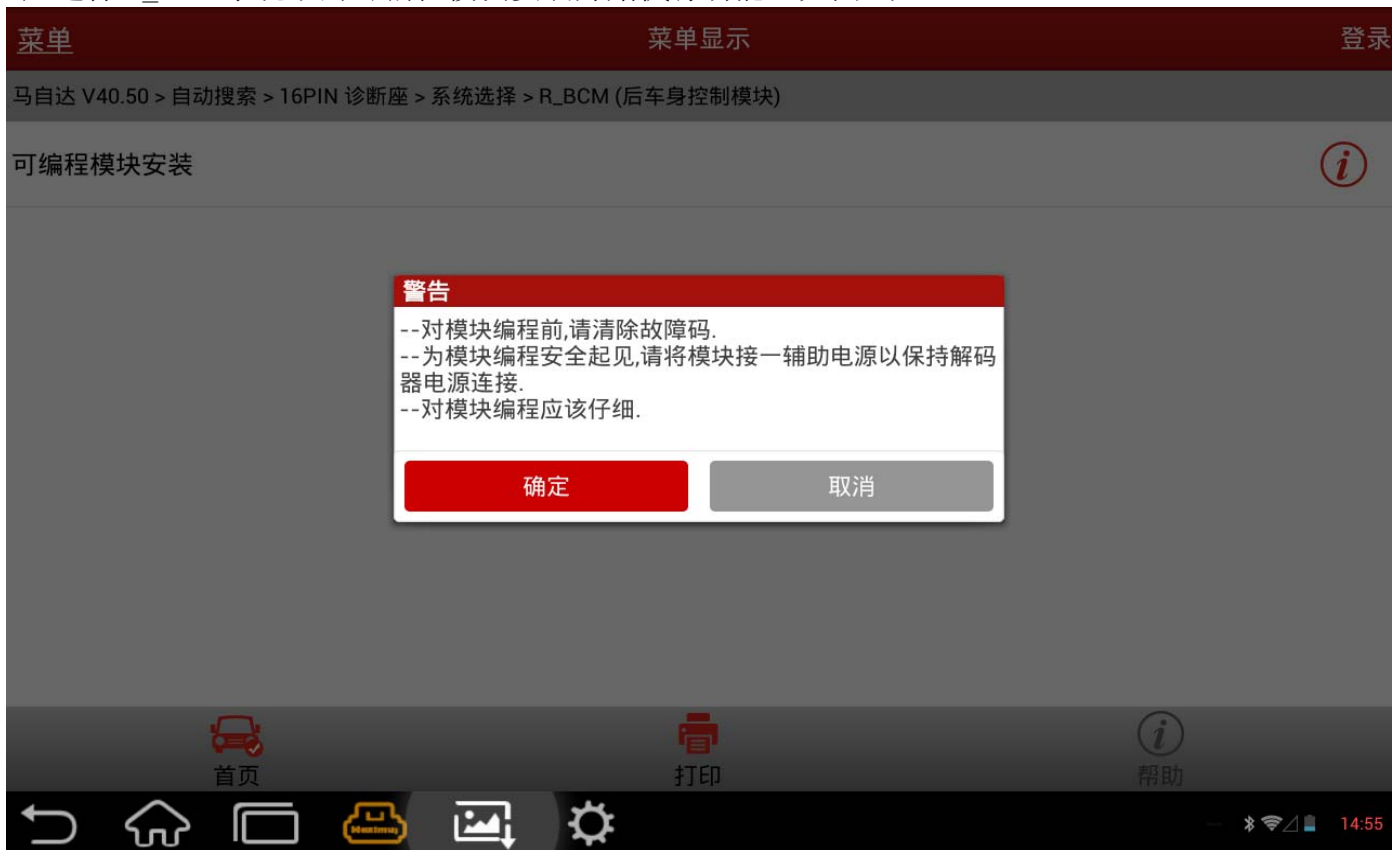

图 2
2). 选择 R\_BCM 系统下的可编程模块安装开始执行功能, 如图 2;